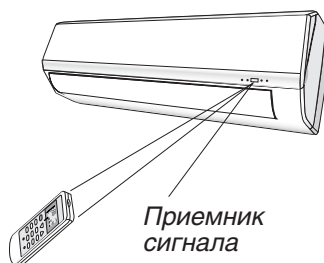

Рис. 5.4
5.2.3. Для уверенной передачи сигнала направляйте пульт непосредственно на внутренний блок кондиционера (рис. 5.4).